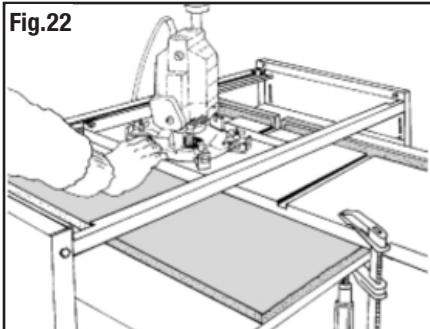

Fig.22
- Los cortes ranurados transversales de hasta 610 mm aproximadamente (24 ") se pueden realizar en un Workcentre con ayuda de una placa de montaje opcional para fresadoras y sierras caladoras (AJA150) (Fig.22)